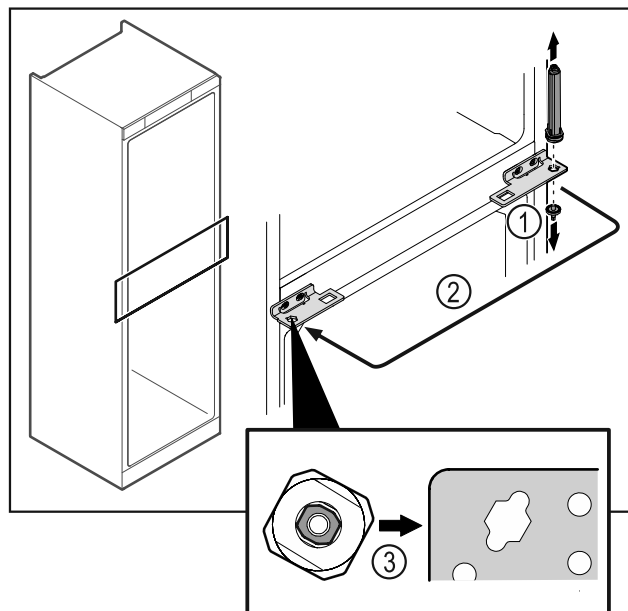

Fig. 44
- ▶ Csavarozza le a csuklópánt-csapot Fig. 44 (1).
- ▶ Helyezze át az ajtó zárrendszert Fig. 44 (2).
- ▶ Behelyezéskor ügyeljen az ajtózáró rendszer Fig. 44 (3) helyes beigazítására.